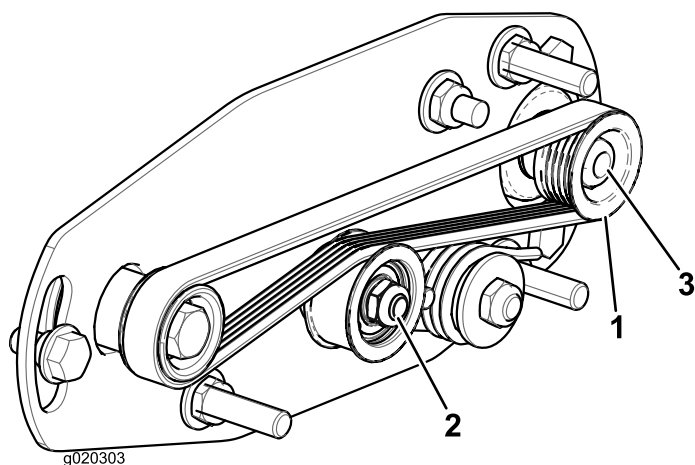
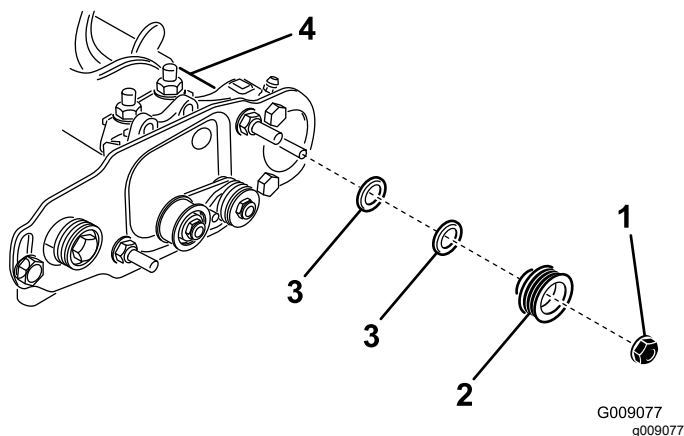

Figura 23
Figura 24
1. La puleggia condotta (all'albero della spazzola per rullo) può spostarsi in dentro o in fuori (Figura 23).
2. Mentre fate ruotare il cilindro, che farà ruotare a sua volta la puleggia motrice, fate leva sulla cinghia per staccarla dalla puleggia motrice (Figura 23)
3. Togliete il dado di bloccaggio che fissa la puleggia condotta all'albero della spazzola (Figura 23 o Figura 24).
4. Rimuovete la puleggia condotta dall'albero (Figura 24).
5. Se occorre spostare in fuori la puleggia, aggiungete una rondella dello spessore di 0,8 mm (Figura 24).